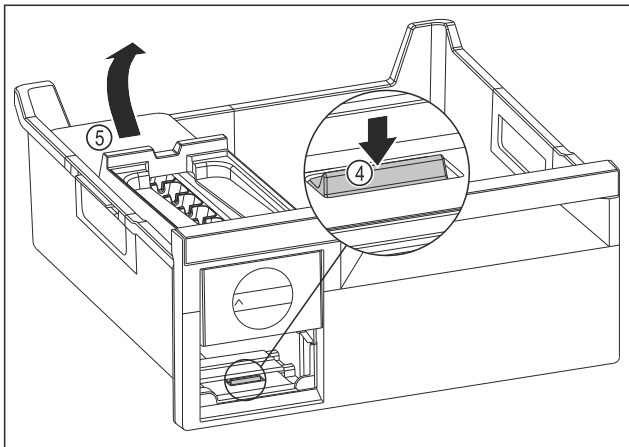

Fig. 136
- ▶ EasyTwist-Ice-corpus wegnemen: Strip Fig. 136 (4) met uw vinger omlaag drukken en gelijktijdig met de andere hand de EasyTwist-Ice-corpus Fig. 136 (5) van achteren optillen.